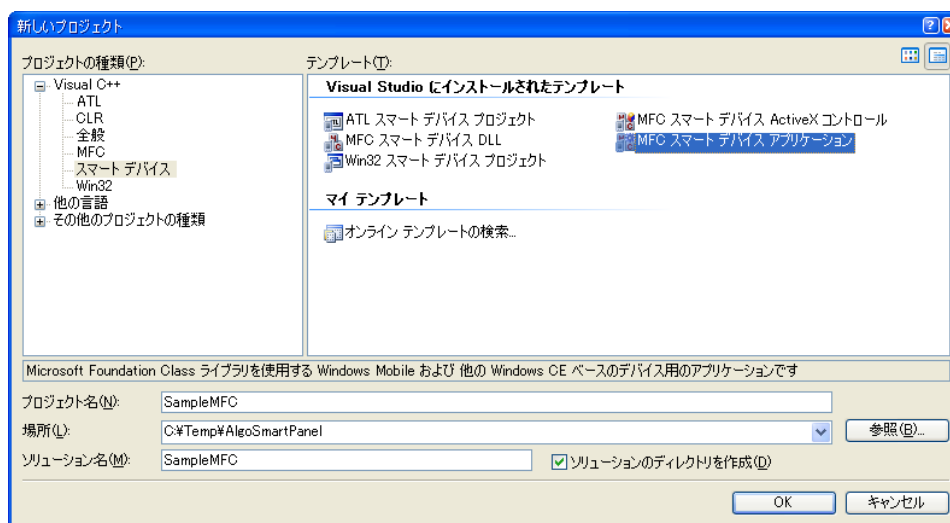

図 4-4-1-1. 新しいプロジェクト
- ① Visual Studio 2005 を起動します。
- ② メニューから [ファイル]-[新規作成]-[プロジェクト] を選択し、[新しいプロジェクト] ダイアログを開きます。(図 4-4-1-1)
- ③ 左ペインの [プロジェクトの種類] で [Visual C++]-[スマートデバイス] を選択します。右ペインの [テンプレート] から [MFC スマートデバイスアプリケーション] を選択します。